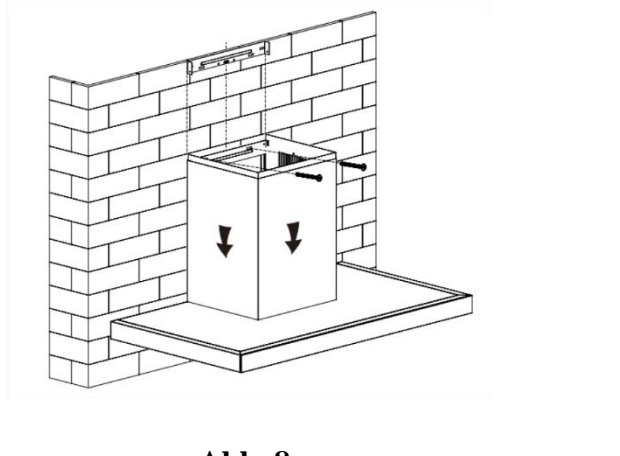

**Abb. 6**
5. Hängen Sie die Dunstabzugshaube an den Haken, nehmen Sie den Filter heraus, befestigen Sie die Dunstabzugshaube mit 2 Schrauben ST4\*30mm und setzen Sie den Filter wieder ein. Siehe Abb. 6.